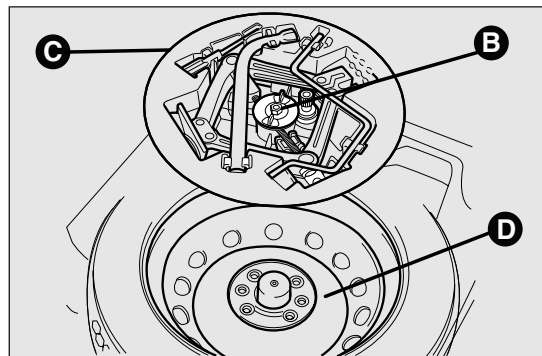

fig. 97
- svitare il dispositivo di bloccaggio B fig. 97
- prelevare il contenitore attrezzi C fig. 97 e portarlo accanto alla ruota da sostituire;
- prelevare il ruotino di scorta D fig. 97;
- sistemare il ruotino di scorta D fig. 97 nell'apposito vano ricavato nel bagagliaio;